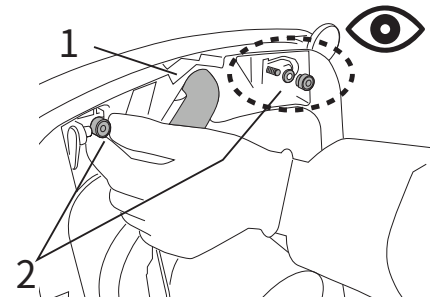

Fig.39
- スキーから吸引ホースを取り外します (図39、参照1)。
- ノブを緩めます (図39、参照2)。